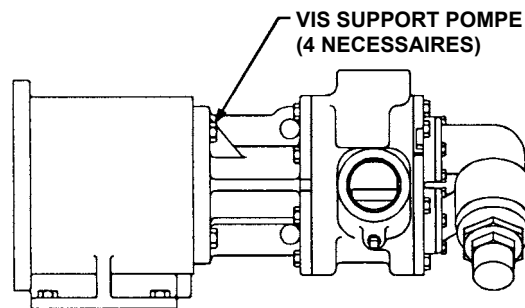

FIGURE 17
3. Soutenez la pompe par le dessus et fixez le support d'accouplement pour éviter qu'il ne bascule lorsque la pompe est attachée. En vous servant de la boîte pour vous guider, glissez la pompe jusqu'au support d'accouplement par la plus petite ouverture. Fixez-la à l'aide des 4 vis de 0.5". Voir Figure 17.